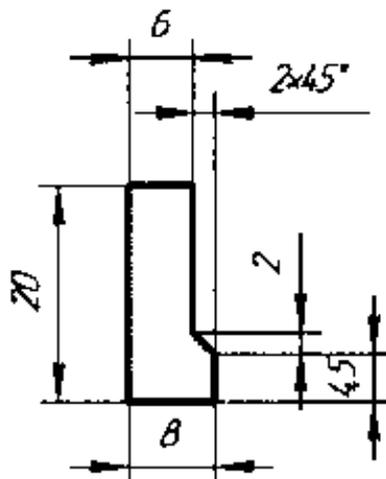
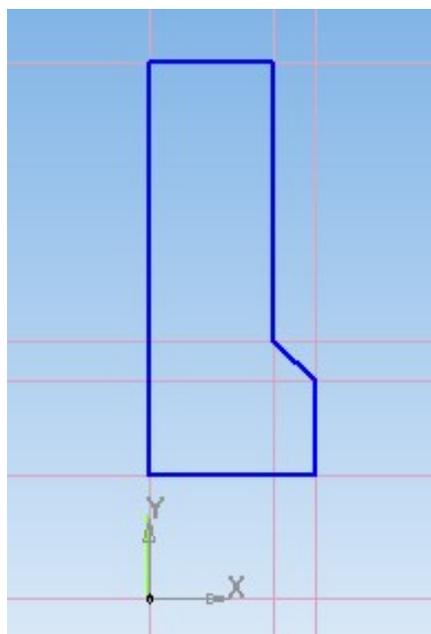

Рис. 3. Эскиз детали Седло2
Рис. 7. Эскиз детали *Седло2* после выполнения обводки
11. Последовательно соедините пересечения вспомогательных прямых в соответствии с эскизом, изображенным на рис. 3. Результат обводки показан на рис. 7.